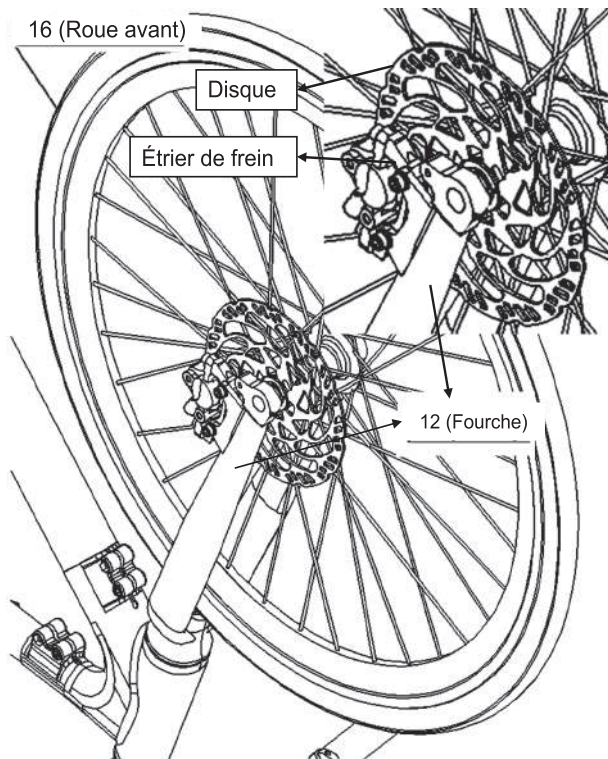

Figure 44-3.
c. Placez soigneusement la pièce 16 dans la pièce 12, en veillant à insérer soigneusement le disque entre les étriers de frein, comme illustré à la Figure 44-3.